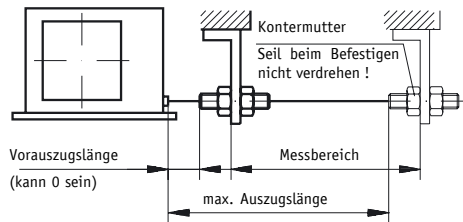

Abb. 2 : Prüfung Auszugslänge
- Prüfen Sie nach der Befestigung des Seilzuggebers, die maximale Auszugslänge (Abb. 2). Das Seilabschluss-Stück bzw. das Seil muss bis an die vorgesehene Befestigungsstelle ausgezogen werden. Das Seil darf dabei nicht verdreht werden.
Das Seil muss lotrecht zum Seilausgang geführt werden, um nicht den Seilausgang zu zerstören und die Lebensdauer zu verringern (Abb. 2).